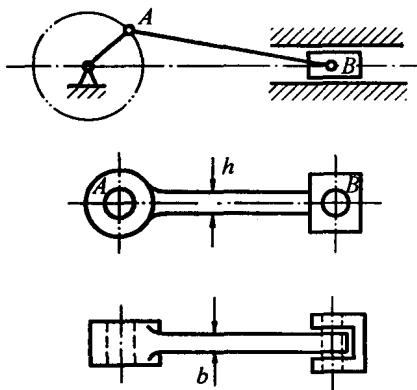

图 2-9
2.9 冷镦机的曲柄滑块机构如图 2-9 所示。镦压工件时, 连杆接近水平位置, 承受的镦压力 $F = 1100\text{ kN}$ 。连杆截面是矩形截面, 高度与宽度之比为 $h/b = 1.4$ 。材料为 45 钢, 许用应力 $[\sigma] = 58\text{ MPa}$, 试确定截面尺寸 h 及 b 。